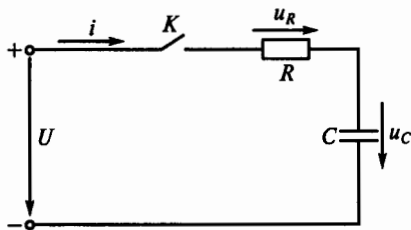

Рис. 143
**4.8.Р.** Какое из приведенных выражений несправедливо для переходного процесса, возникающего при замыкании ключа  $K$  в цепи на рис. 143?
**4.10.** Какой будет длительность переходного процесса при замыкании ключа  $K$  в цепи на рис. 143, если считать, что он заканчивается через время  $t = 3\tau$ , соответственно для следующих четырех случаев: